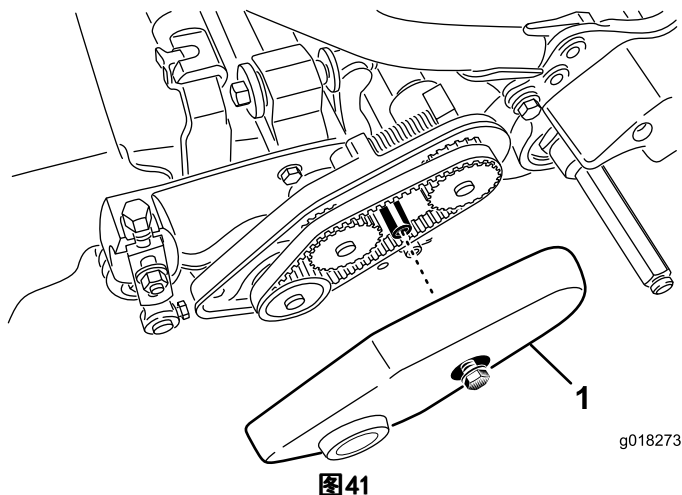

图41
1. 松开固定皮带罩的凸缘螺栓，取下皮带罩露出皮带（图41）。